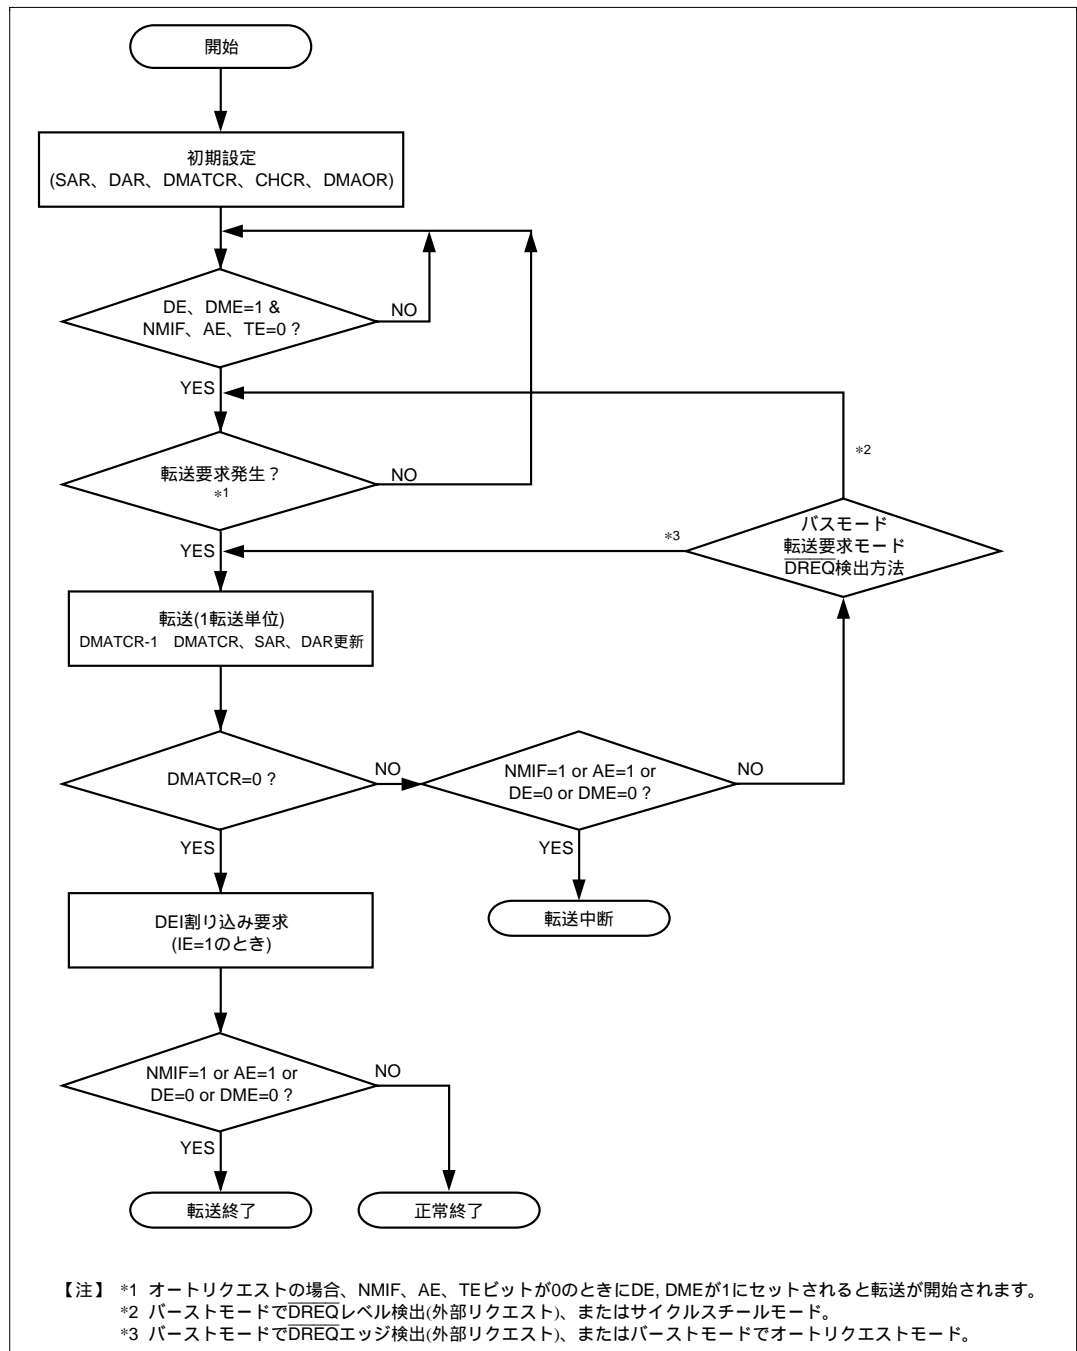

図 11.2 DMAC 転送フローチャート
- (1) 転送許可状態かどうか (DE=1、DME=1、TE=0、NMIF=0、AE=0) をチェックします。
- (2) 転送許可状態で転送要求が発生すると1転送単位のデータ (TS0、TS1 の設定により決定) を転送します。オートリクエストモードの場合はDEおよびDMEが1にセットされると自動的に転送を開始します。1回の転送を行うごとにDMATCRの値を1デクリメントします。具体的な転送フローは、アドレスモード、バスモードにより異なります。
- (3) 指定された回数の転送を終える (DMATCR の値が0になる) と、転送を正常に終了します。このときCHCRのIEビットに1がセットしてあれば、CPUにDEI割り込みが発生します。
- (4) DMACによるアドレスエラーかNMI割り込みが発生した場合には、転送を中断します。またCHCRのDEビットかDMAORのDMEビットが0にされても転送を中断しません。図11.2に上記のフローチャートを示します。